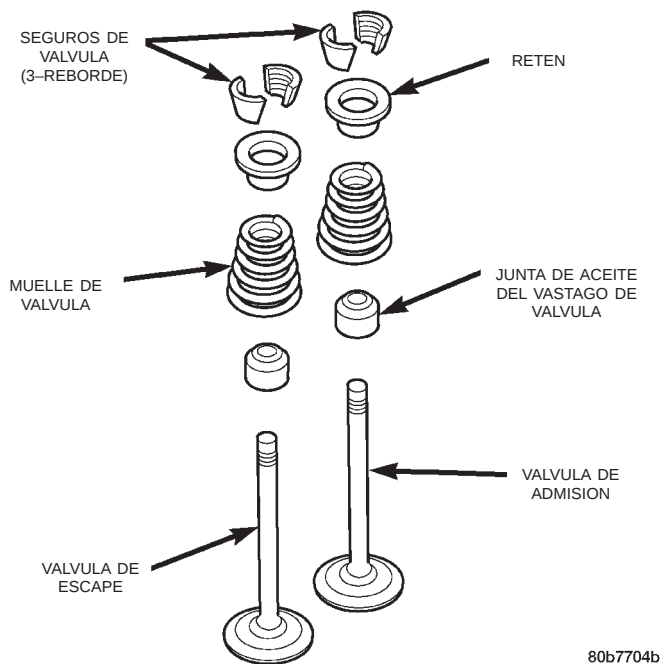

Fig. 34 Válvula y componentes de la válvula
(6) Conecte una manguera de aire al adaptador y aplique presión de aire lentamente. Mantenga en el cilindro una presión mínima de 621 kPa (90 psi) de modo que las válvulas se mantengan en sus asientos. En el caso de vehículos que tienen instalado aire acondicionado, use un adaptador de tubo de aire flexible para el cilindro nº 1.
(7) Golpee el retén o la punta con un martillo de cuero para aflojar el seguro del retén. Para comprimir los muelles y liberar los seguros, utilice el compresor de muelles de válvula MD-998772A (Fig. 34).
(8) Retire el muelle de válvula y el retén (Fig. 34).
(9) Retire las juntas de aceite de los vástagos de válvula (Fig. 34). Observe que las válvulas de admisión y escape tienen juntas de aceite diferentes. La parte superior de cada una de ellas está marcada con las letras INT (admisión, color negro) o EXH (escape, color marrón). NO confunda las juntas.